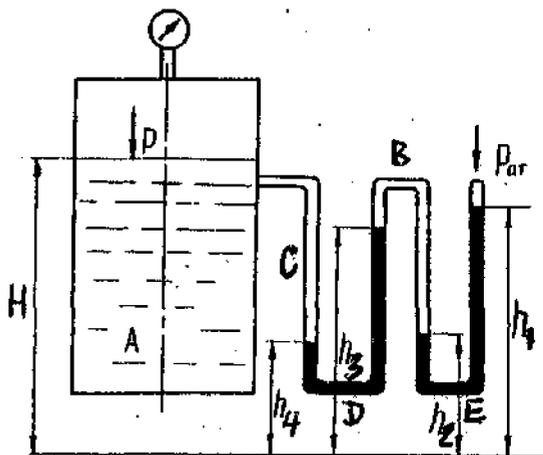

Рис.2.
3. Сосуд A и U -образные трубки заполнены водой в частях B и C и ртутью - в частях D и E /рис.2/. Определить показание манометра. Плотность ртути $\rho = 13600 \text{ кг/м}^3$, воды $\rho = 1000 \text{ кг/м}^3$. Данные к задаче приведены в таблице.